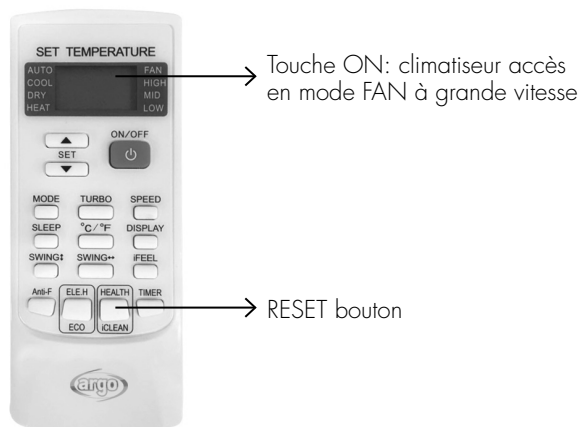

Fig.4
- Dirigez la télécommande vers l'écran de l'unité interne, puis appuyez sur le bouton "HEALTH" 8 fois; un "bip" deux fois suivra, indiquant que la réinitialisation a été effectuée correctement. (Fig.4).